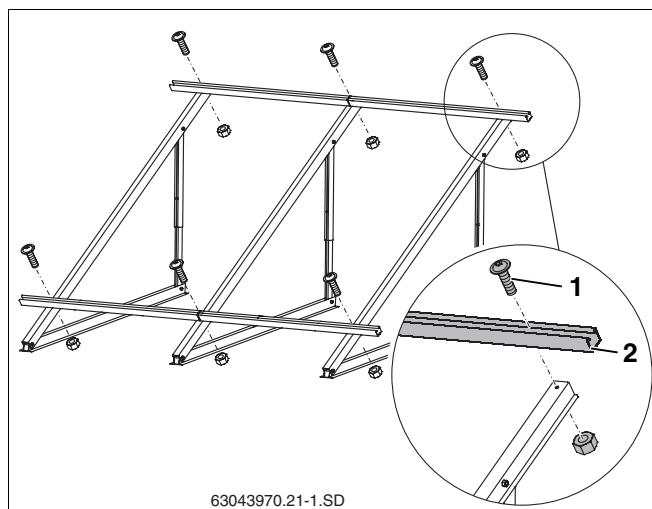

Fig. 34 Montaggio delle guide profilate (qui: per 2 collettori verticali)
- ▶ Fissare le guide profilate premontate (fig. 34, **pos. 2**) con viti M8 x 20 (fig. 34, **pos. 1**) ma senza serrarle, cosicché le guide profilate possano ancora essere orientate.